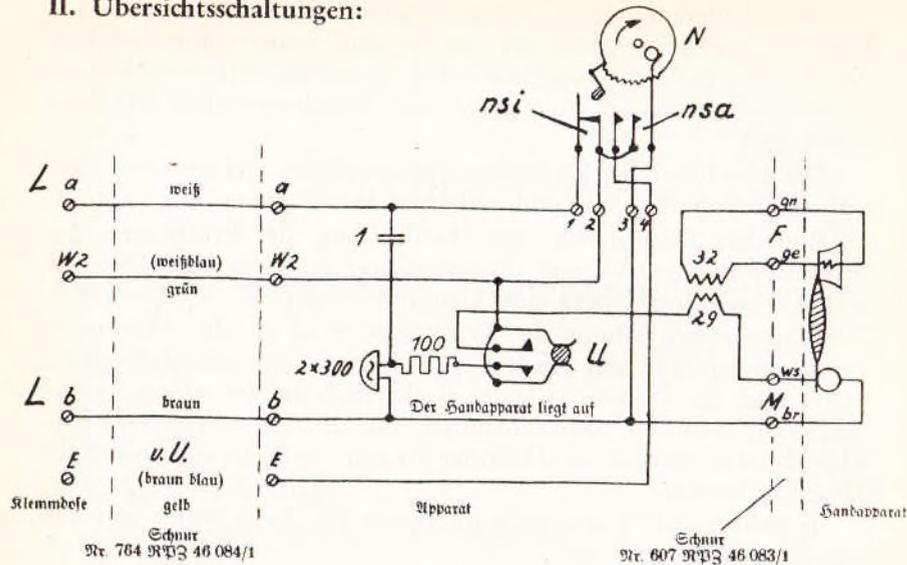

Bild 70.
Der Apparat ist nach den im Bild 70 (links) angegebenen Schnurfarben anzuschließen.
Durch Abnehmen des Handapparates wird der Umschalter „U“ (Bild 70) betätigt.
- Oberer Umschalterkontakt (Bild 70) schließt nicht.